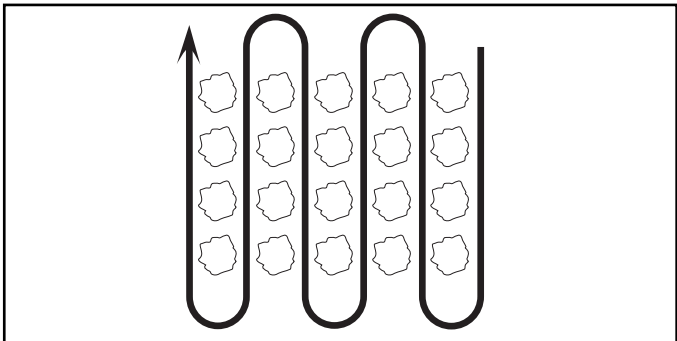

FIG. 10
- Cultivez le long des rangs à une vitesse qui permettra aux fraises de déraciner les mauvaises herbes et de laisser la terre à l'état bruy pour que les mauvaises herbes n'y repoussent plus (Voir la fig. 10).